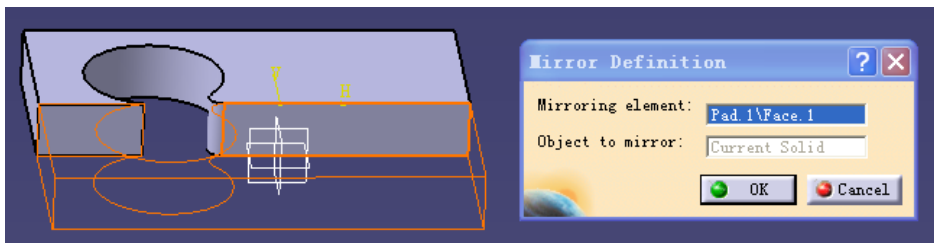

图 3-36
(2) 点击  后, Mirroring element 栏中选择模型中的前一个面 (见图 3-36)。